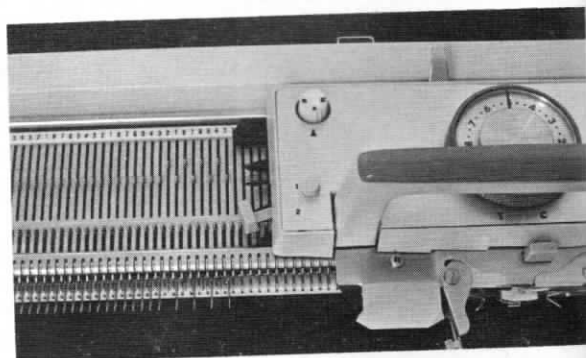

Fig. 23
- Carro a derecha, retroceder a la posición B las agujas 2ª, 4ª, 6ª y 8ª. Contando a partir de la derecha según (Fig. 23). Se observará que los talones de las 4 agujas están en posición B detrás de la punta del desviador;